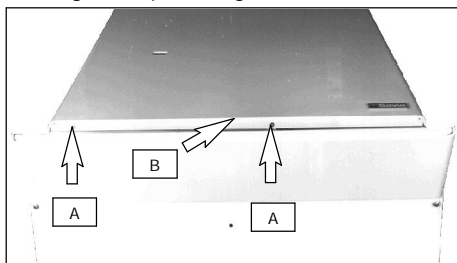

fig. 7.1
- 1 Aprire il copri pannello comandi, togliere le due viti "B" e asportare il pannello frontale "B" spostandolo verso l'alto in modo da liberarlo dai ganci superiori (fig. 7.1)